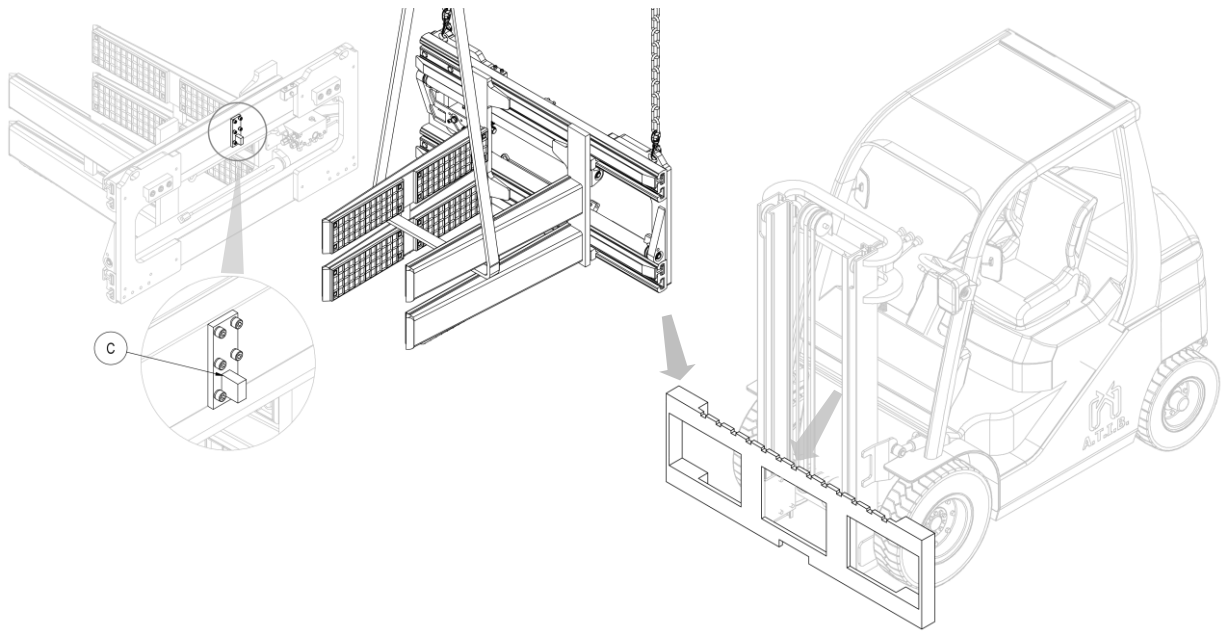

Abbildung 3
6. Hängen Sie jetzt das Gerät an einen Brückenkran oder einen Flaschenzug mit ausreichender Tragleistung und setzen Sie es auf die Trägerplatte des Gabelstaplers. Achten Sie darauf, dass der Zentrierstift C in die Mittelkerbe der Trägerplatte einrastet (siehe *Abbildung 3*).